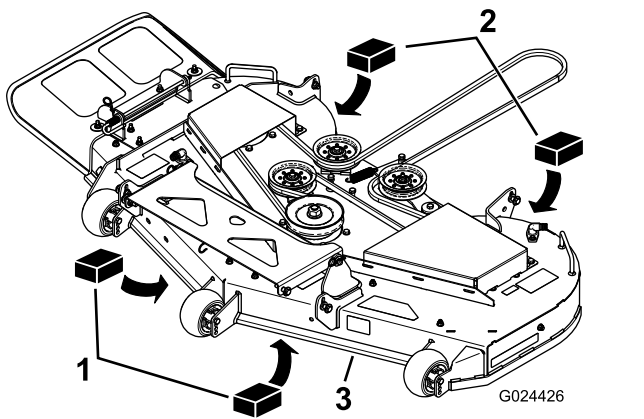

Figura 74
3. Posizionate 2 blocchi ciascuno con uno spessore di 6,6 cm sotto ciascun lato del bordo anteriore del piatto di taglio, ma non sotto le staffe del rullo antistrappo (Figura 74).
4. Posizionate 2 blocchi ciascuno con uno spessore di 7,3 cm sotto il bordo posteriore della falda del piatto di taglio; 1 su ciascun lato del piatto di taglio (Figura 74).